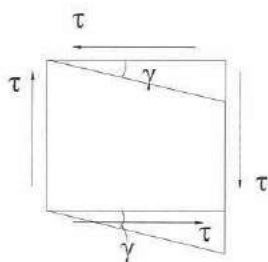

Figura 1
- sujeito a uma tensão de corte $\tau=200 \text{ MPa}$ a distorção é $\gamma=0.2^\circ$ como se representa na figura 1.